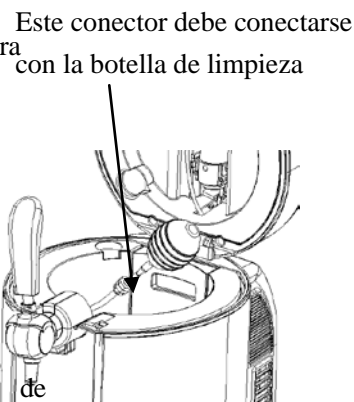

Figura 30
2. Y conecte el extremo de la punta perforadora, presione el agua en el tubo para limpiar el tubo de alfiler, y empujar el agua hacia fuera del tubo de cerveza en el otro extremo. Y repetir esta operación de limpieza hasta que el tubo de cerveza este limpio (necesita 3 botellas de agua tibia por lo menos), limpie el mecanismo dispensador de cerveza que se muestra en la figura 30. Nota: Por favor, desmontar el grifo cuando haga la limpieza. (Demostración como la figura 29)